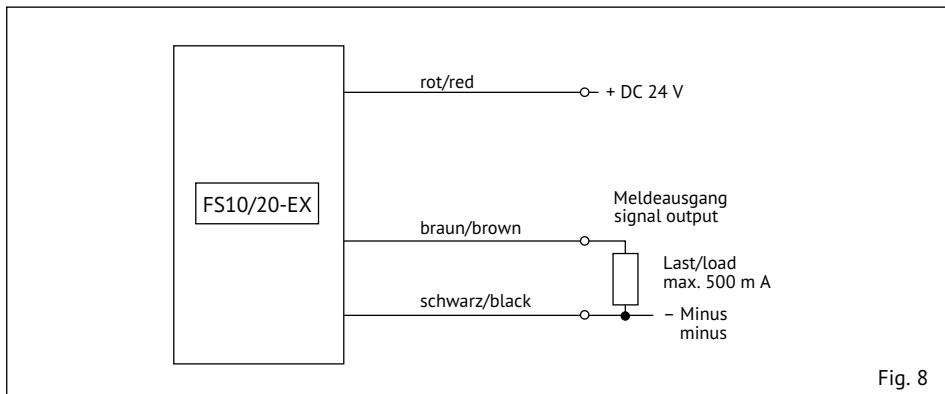
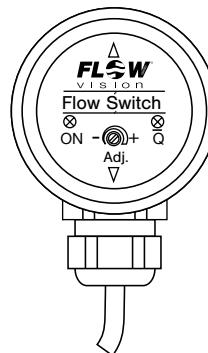

Fig. 8
Fig. 9
Verbindung mit dem Kabel entsprechend dem Anschlussbild (siehe Fig. 8) herstellen und Versorgungsspannung anschließen. Die grüne LED (ON) leuchtet (siehe Fig. 9).
Connect the cable according to the connection diagram (see fig. 8) and connect power supply. The green LED (ON) lights (see fig. 9).
- 3 Die gelbe LED (\bar{Q}) im Strömungswächter zeigt den momentanen Ist-Bereich des Schaltpunktes an (siehe Fig. 9).
- 3 The yellow LED (\bar{Q}) on the flow monitor indicates the actual range of response value (see fig. 9).